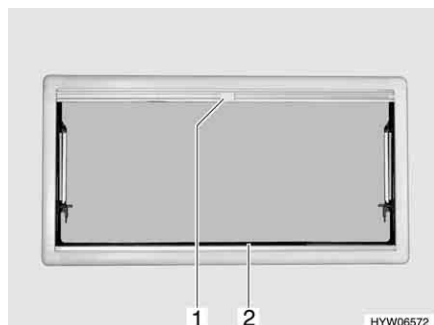

Fig. 54 Finestra apribile
- Afferrare la tendina oscurante pieghevole (Fig. 54,2) per la parte centrale della barra di presa, tirarla dal basso verso l'alto e rilasciarla nella posizione desiderata. La tendina oscurante pieghevole rimane in questa posizione.
- Tirare la zanzariera a rullo per la maniglia (Fig. 54,1) verso il basso fino a quando non si trova in contatto con la tendina oscurante pieghevole (Fig. 54,2).
- Premere la maniglia (Fig. 54,1) della zanzariera a rullo.